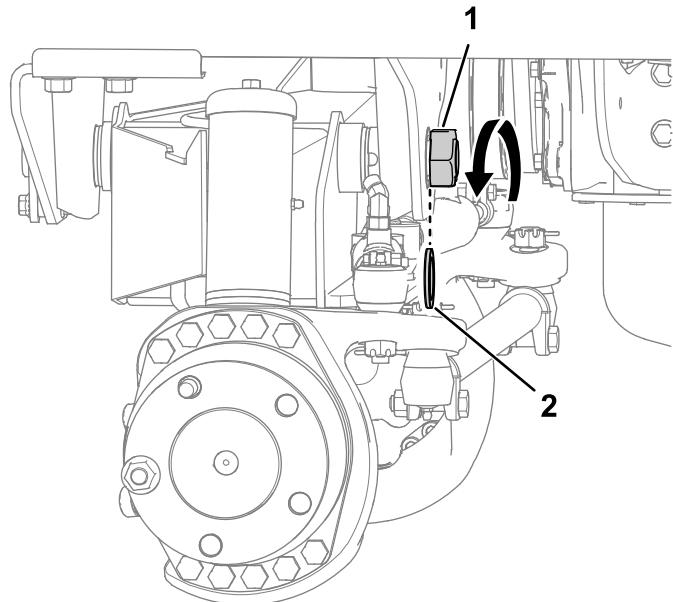

Figura 6
1. Rimuovete il dado di bloccaggio e la rondella di spinta che fissa l'albero di articolazione al telaio come illustrato nella Figura 6.